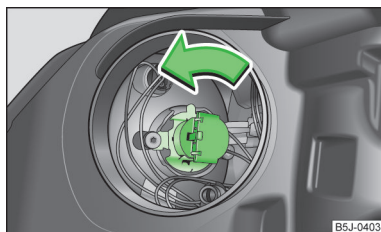

Fig. 156
- Girare il connettore con la lampadina in senso **antiorario** fino all'arresto ed estrarlo. » fig. 156